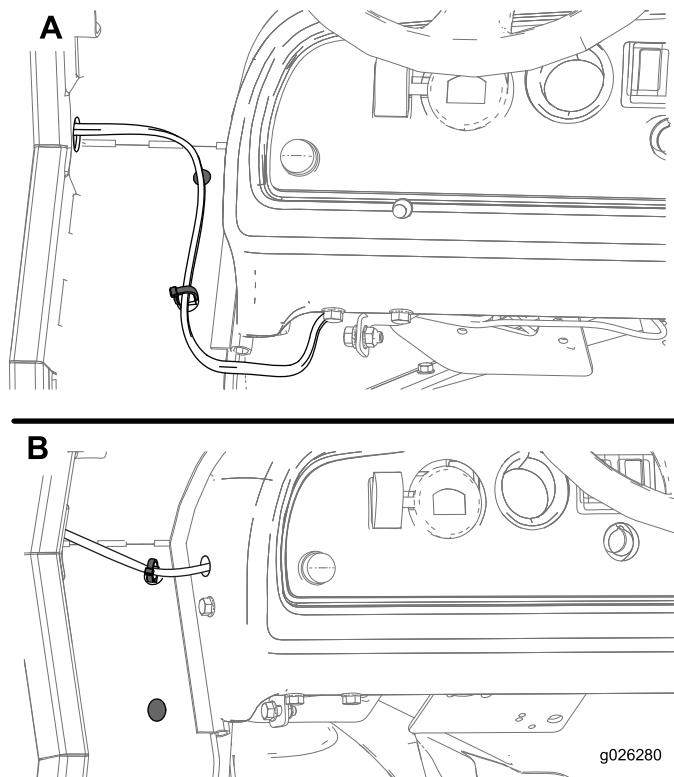

Рисунок 11
- Проложите жгут проводки под панелью управления (вид А на Рисунок 11). Вставьте
- Просверлите отверстие в пульте, установите зажим в верхнее отверстие боковой панели и заглушку в нижнее отверстие (вид В на Рисунок 11).